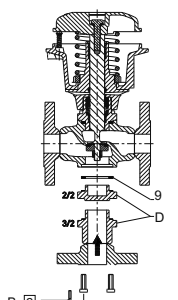

Fig. 35
- NC version:** Replace the O-ring (9) and tighten the plug (D) to torque [c] (Fig. 35).
- Remplacer le joint torique (9) et visser le bouchon (2/2) ou le corps de la 3ème voie rapportée (3/2) (D) au couple [c] (Fig. 35).
- NC-Version: Tauschen Sie den O-Ring (9) aus und ziehen Sie den Stopfen (D) mit dem Moment \square fest (Abb. 35).
- Reemplazar la junta tórica (9) y atornillar el tapón (2/2) o el cuerpo de la 3ª vía (3/2) (D) al par \square (Fig. 35).